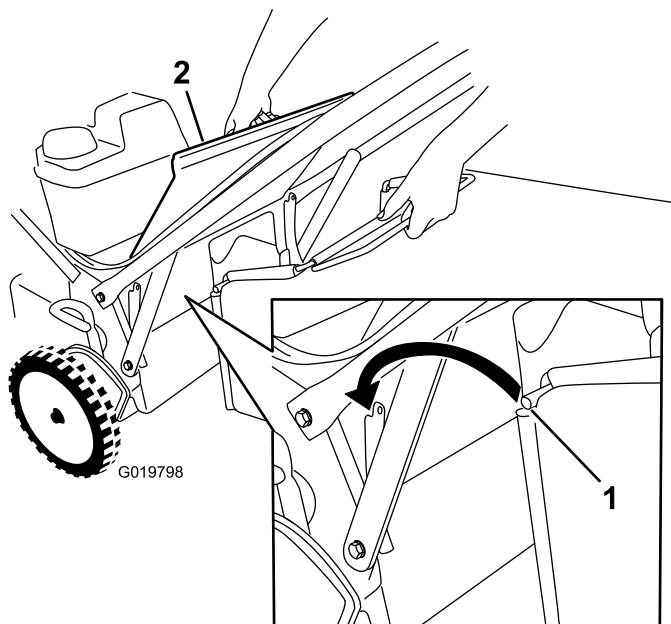

Figure 19
1. Soulevez le déflecteur arrière et gardez-le dans cette position (Figure 19).
3. Placez la tige du bac dans les crans à la base du guidon et agitez le bac d'avant en arrière pour vous assurer que la tige est bien engagée au fond des deux crans; voir Figure 19.